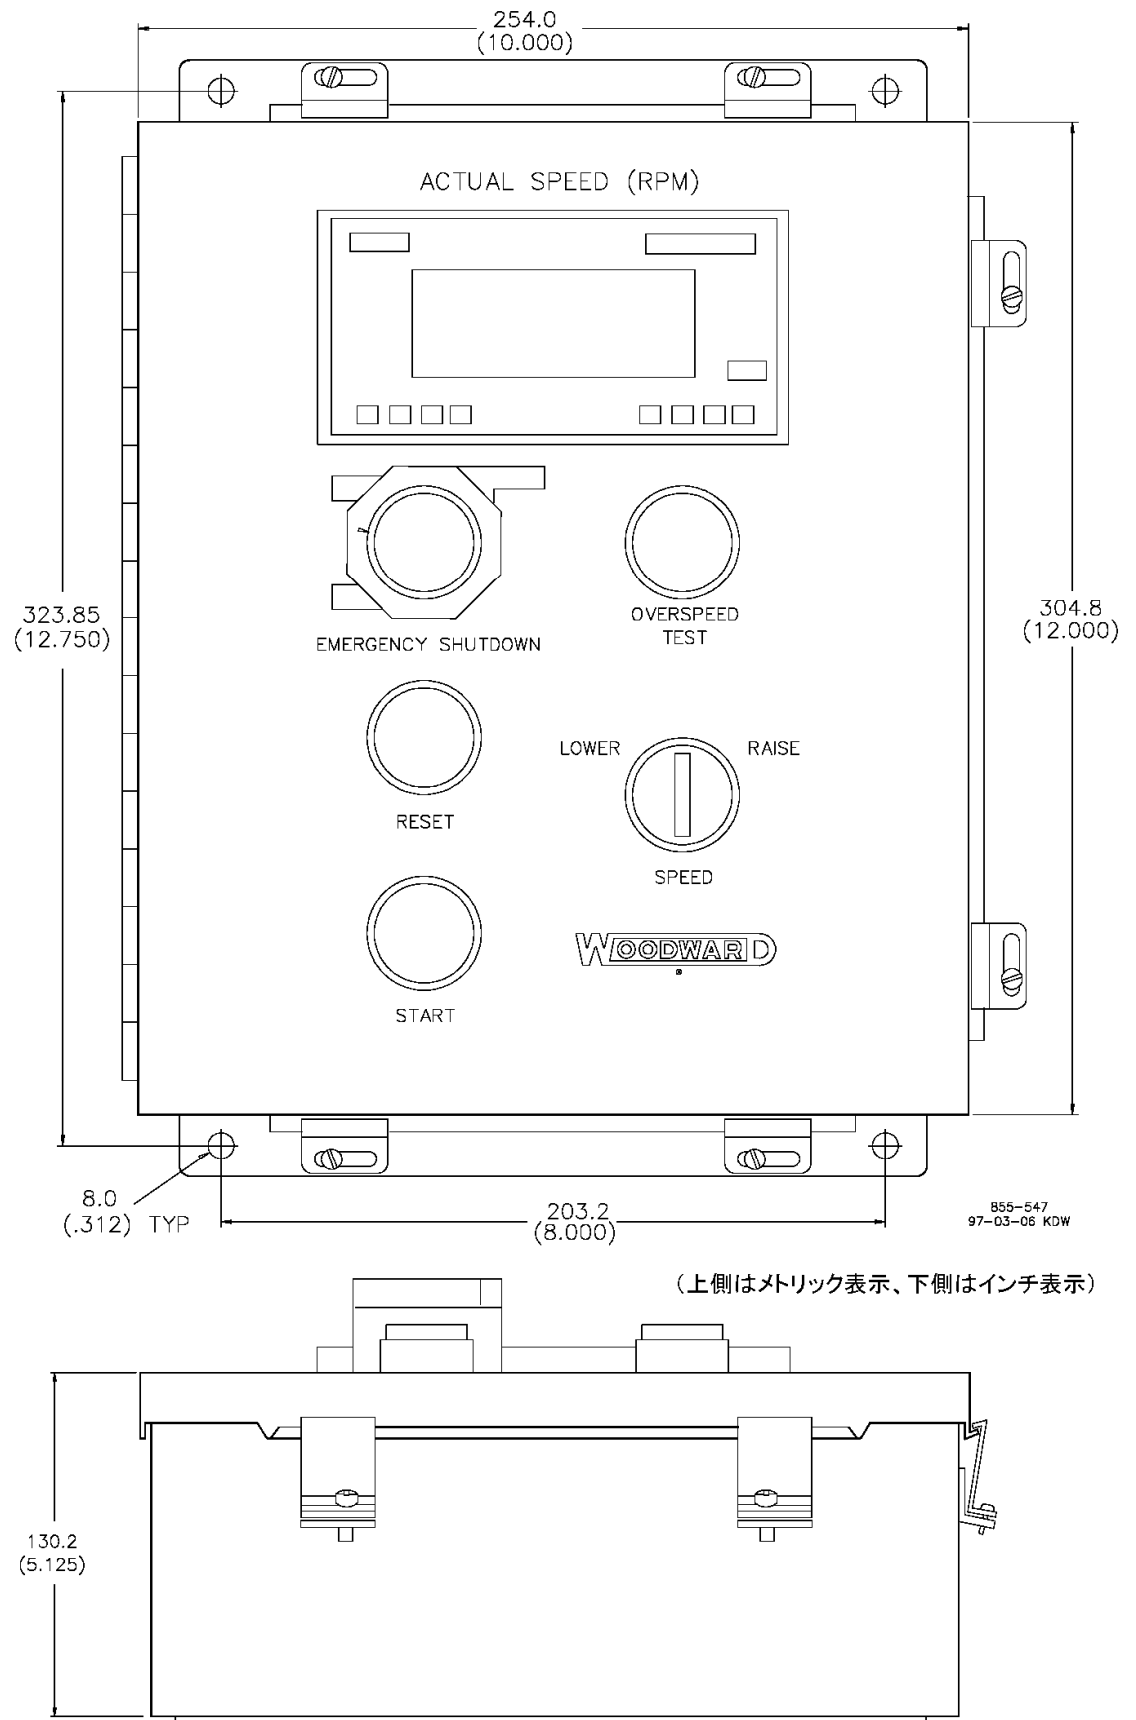

図 3-12. ローリング・リスタート・ステーションの外形図
1. 装置を取り付ける所と取り付け穴を開ける位置に印を付けます。図 3-12 を参照の事。